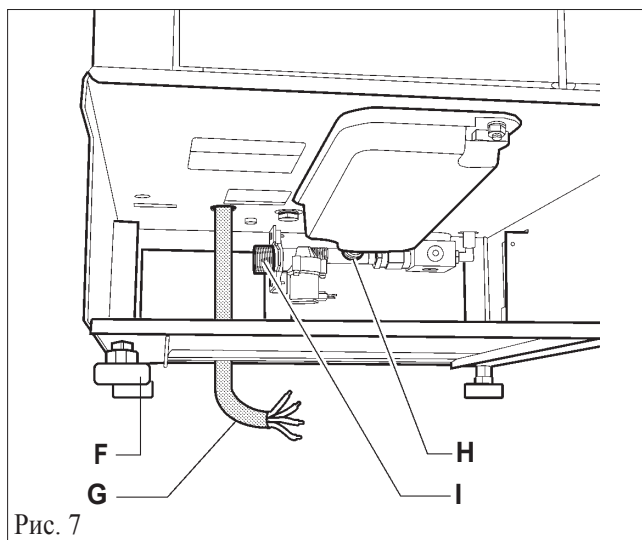

Рис. 7
¥ Положение кофемашины подстраивается с помощью четырех ножек (F - Рис. 7).
¥ Соедините дренажную трубу с поддоном (H - Рис. 7) и зафиксируйте соединение хомутом.
¥ Подключите автомат с помощью гибкой подводки к воде, используя штуцер входного клапана (I - Рис. 7).
¥ Просуньте электрический кабель (G - Рис. 7) в дырку (A).
¥ Подключите силовой кабель (G рис. 7) к розетке.